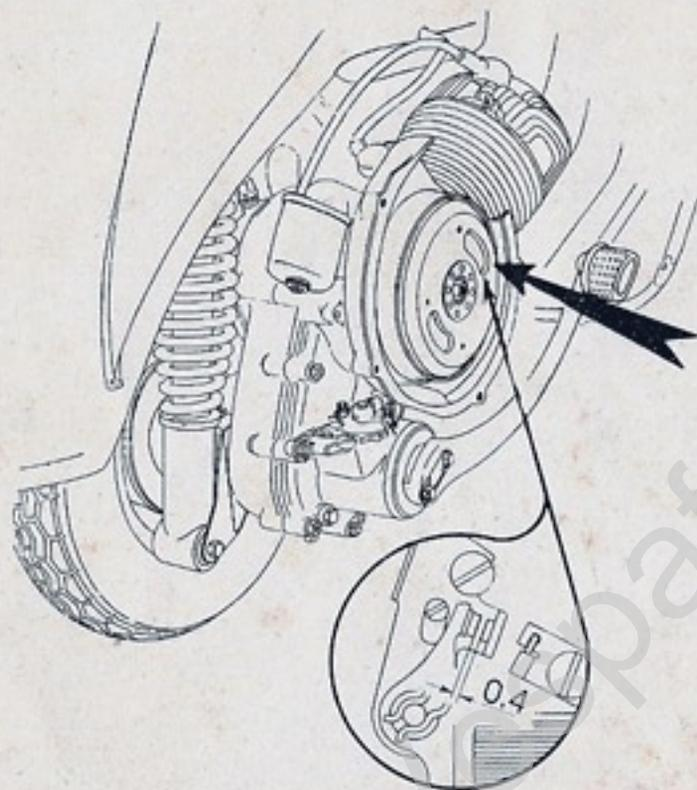

Fig. 16 - Registrazione puntine del rottore
6) Registrare (0,4 mm.) e pulire le puntine platinato del volano magnete (fig. 16).